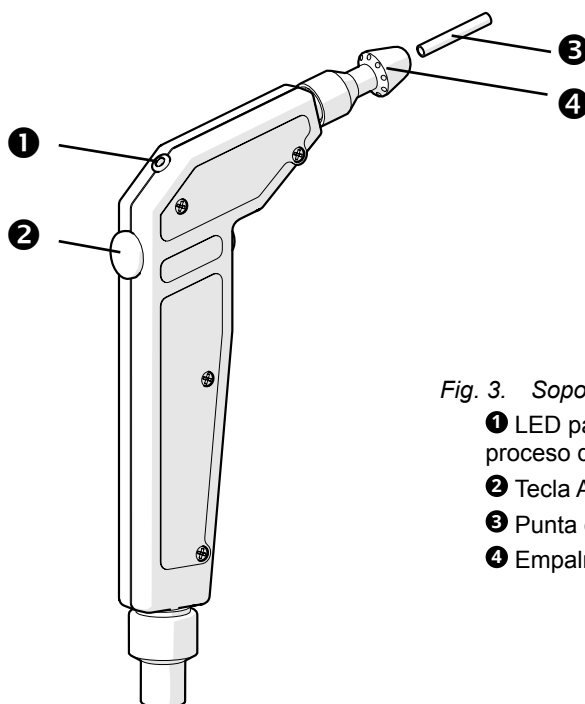

Fig. 3. Soporte
- ↳ Durante la termoestimulación el diodo luminoso del irrigador (❶, fig. 3) está conectado.